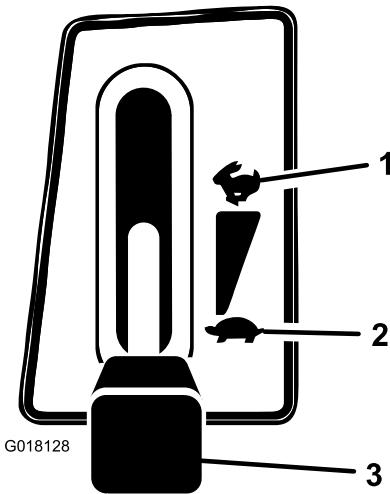

Figura 10
1. Ponga el control de las cuchillas (TDF) en Desengranado (Figura 10).
2. Ponga la palanca del acelerador en Lento (Figura 10).
5. Cuando el motor arranque, mueva lentamente el acelerador a Rápido y presione hacia dentro la palanca del estárter (Figura 10). Si el motor se cala o funciona irregularmente, vuelva a colocar el acelerador en Lento, tire de la palanca del estárter durante unos segundos y luego mueva la palanca del acelerador a Rápido. Repita este procedimiento tantas veces como sea necesario.
1. Ponga la palanca del acelerador en Lento (Figura 10).